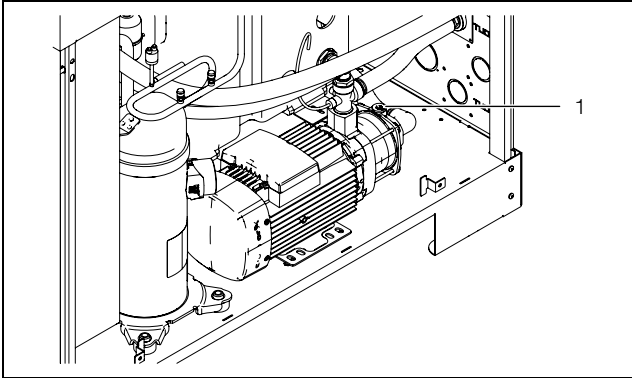

Abb. 22: Kühlmediumpumpe entlüften
- Entlüften Sie die Kühlmediumpumpe (im Stillstand), indem Sie die Entlüftungsschraube (Abb. 22, Pos. 1) lösen.